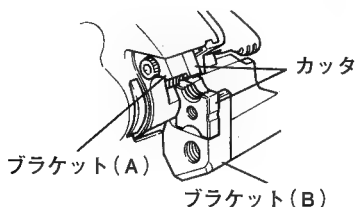

図 9
- (1) スイッチ引金を軽く引いて、ブラケット(A)を動かし、図9に示すようにカッタが開いた状態で停止させます。